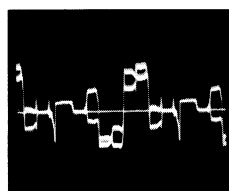

Abb. 5
⑭ Mit Fi. 9 Doppelkonturen zur Deckung bringen (Abb. 5 und 6).
2. Oszillograf an Mp ⑤ (B-Y). L 445 auf Verschwinden der Doppelkonturen abgleichen (Abb. 5 und 6).